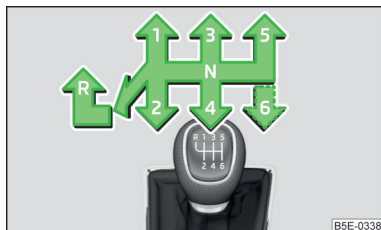

Fig. 126
Pe schimbătorul de viteze este reprezentată schema de selectare a treptelor individuale de viteză » fig. 126.
- Apăsăți maneta schimbătorului de viteze în jos, complet spre stânga și apoi spre înainte, în poziția **R** » fig. 126.